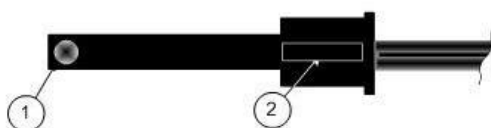

Рис. 16.
10. Проверка загрязненности линзы детектора пламени (Рис. 16).